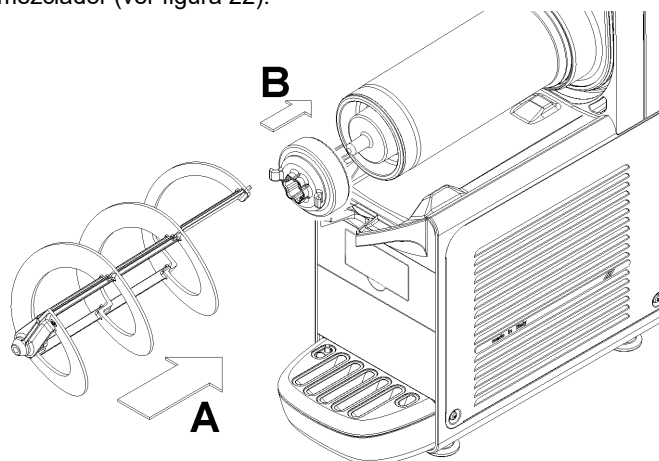

figura 22
- 5 Montar de nuevo el empalme hexagonal y luego el mezclador (ver figura 22).